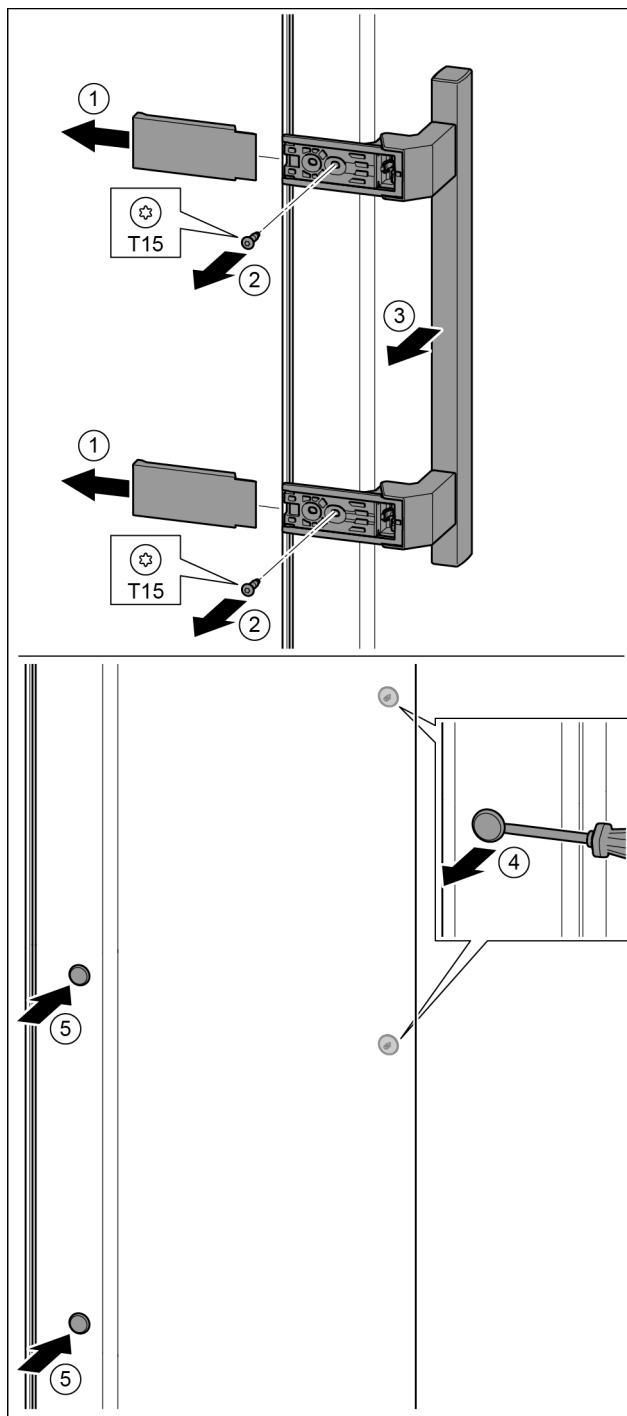

Fig. 18
- ▶ Afdekking eraf trekken. Fig. 18 (1)
- ▶ Schroeven met schroevendraaier T15 eruit draaien. Fig. 18 (2)
- ▶ Greep eraf halen. Fig. 18 (3)
- ▶ Zijdelingse stop voorzichtig met een sleufschroevendraaier optillen en eruit trekken. Fig. 18 (4)
- ▶ Stop op de andere kant weer aanbrengen. Fig. 18 (5)